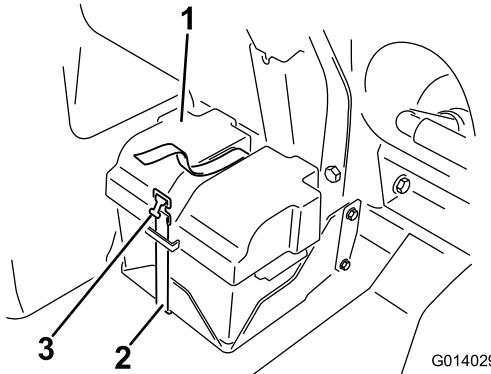

Figure 79
2. Déposez le couvercle de la batterie et débranchez le câble de masse négatif (noir) de la borne de la batterie (Figure 79).
4. Posez le couvercle de la batterie et fixez-le avec la sangle retirée précédemment (Figure 79).